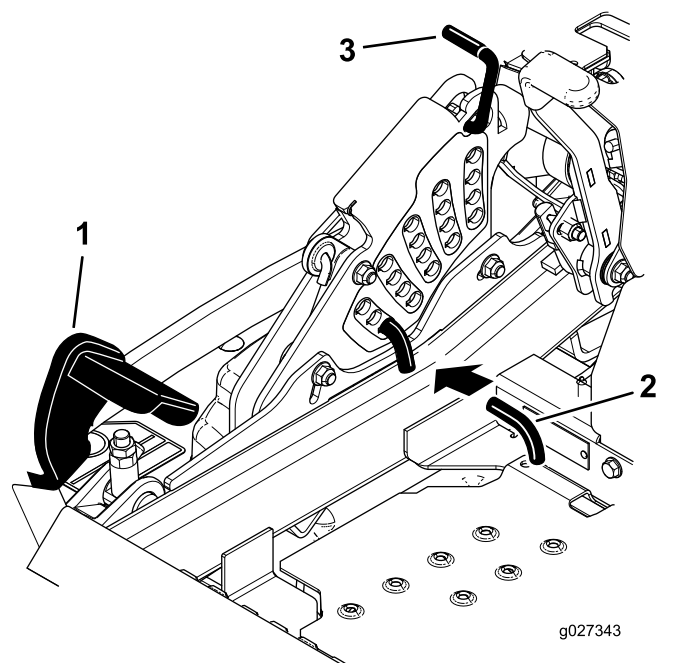

Figura 106
5. Empuje el pedal de elevación de la carcasa hacia delante del todo y hasta que la carcasa se enganche en la posición de transporte de 14 cm (Figura 106).